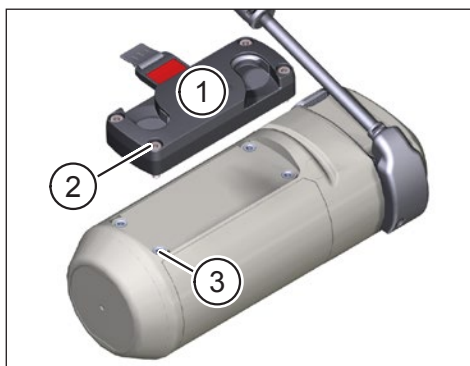

Fig. 3: Bevestig de FIDLOCK® Force Connector aan Range Extender
- Bevestig de FIDLOCK® Force Connector (Pos. 1 in Fig. 3) in de daarvoor bestemde schroefdraad (Pos. 3 in Fig. 3) in het Range Extender met behulp van de vier meegeleverde M4 × 16 cilinderschroeven (Pos. 2 in Fig. 3).